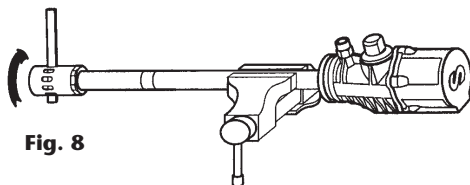

Fig. 8
2. Séparer la crépine (42) de l'ensemble du filtre d'aspiration (39) (voir fig. 8).